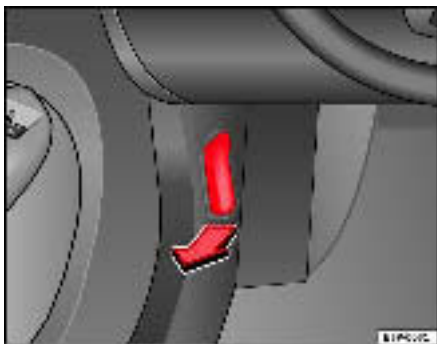

Fig. 160 Détail du plancher côté conducteur : levier de déverrouillage du capot-moteur.
- Tirez sur le levier qui se trouve sous le combiné d'instruments ⇒ fig. 160 dans le sens indiqué par la flèche. Le capot se débloque grâce à l'action du ressort ⇒ ⚠.